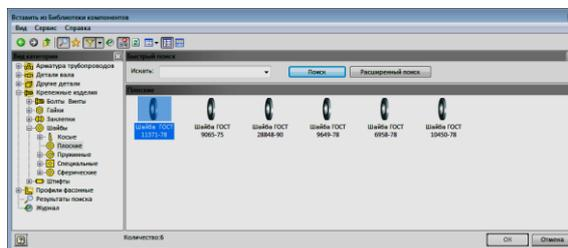

Рис. 4.28. Окно выбора шайбы
10. Нажмите кнопку «Вставить из Библиотеки», в «Дереве» диалогового окна выберите «Крепежные изделия» ► «Шайбы» ► «Плоские». И выберите «Шайба ГОСТ 11371–78» (рис. 4.28).